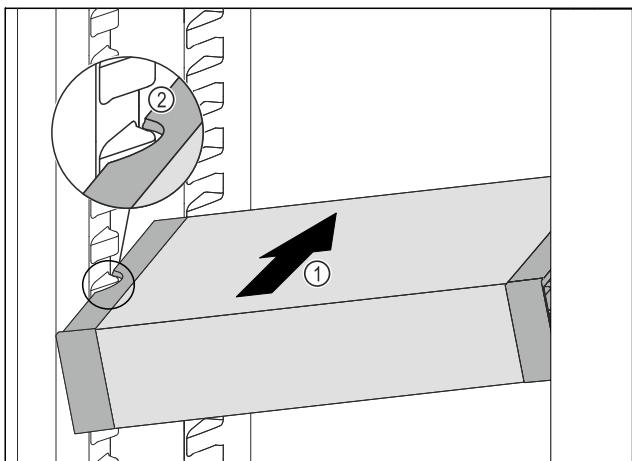

Fig. 101
- Skyy VarioSafe skrått inn i kjøleskapsdelen Fig. 101 (1), til utsparingene på sidene av Fig. 101 (2) VarioSafeser på nivå med rillene i kjøleskapet.